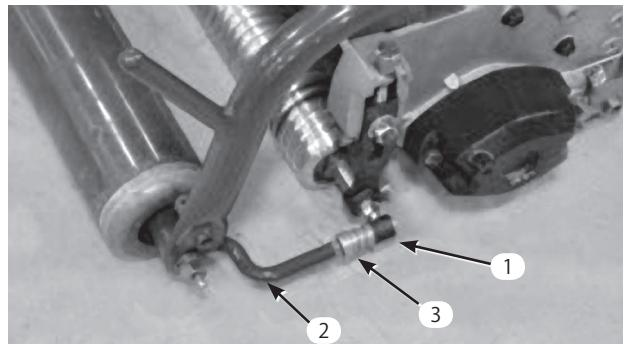

図12
6. ソケットの開口部とボールスタッドの中心を合わせ、ジャムナットを締めてソケットを固定する(図12)。